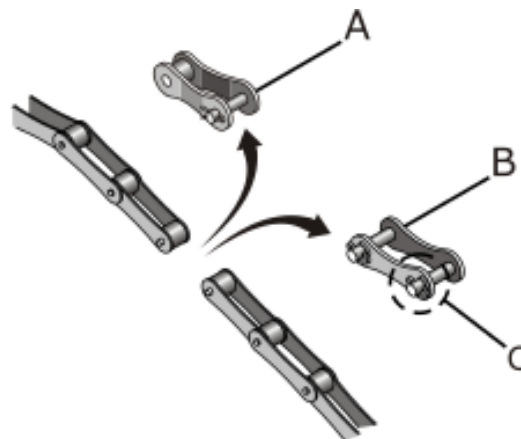

fig. 18
As correntes de transmissão saem de fábrica pré-ajustadas de acordo com a distância entre eixos das rodas dentadas. Eventualmente se for necessário alguma manutenção ou reparo de emendas (B) (fig. 18) ou reduções (A), retire o contrapino (C), fazendo a retirada do número de emendas, reduções ou elos avulsos.